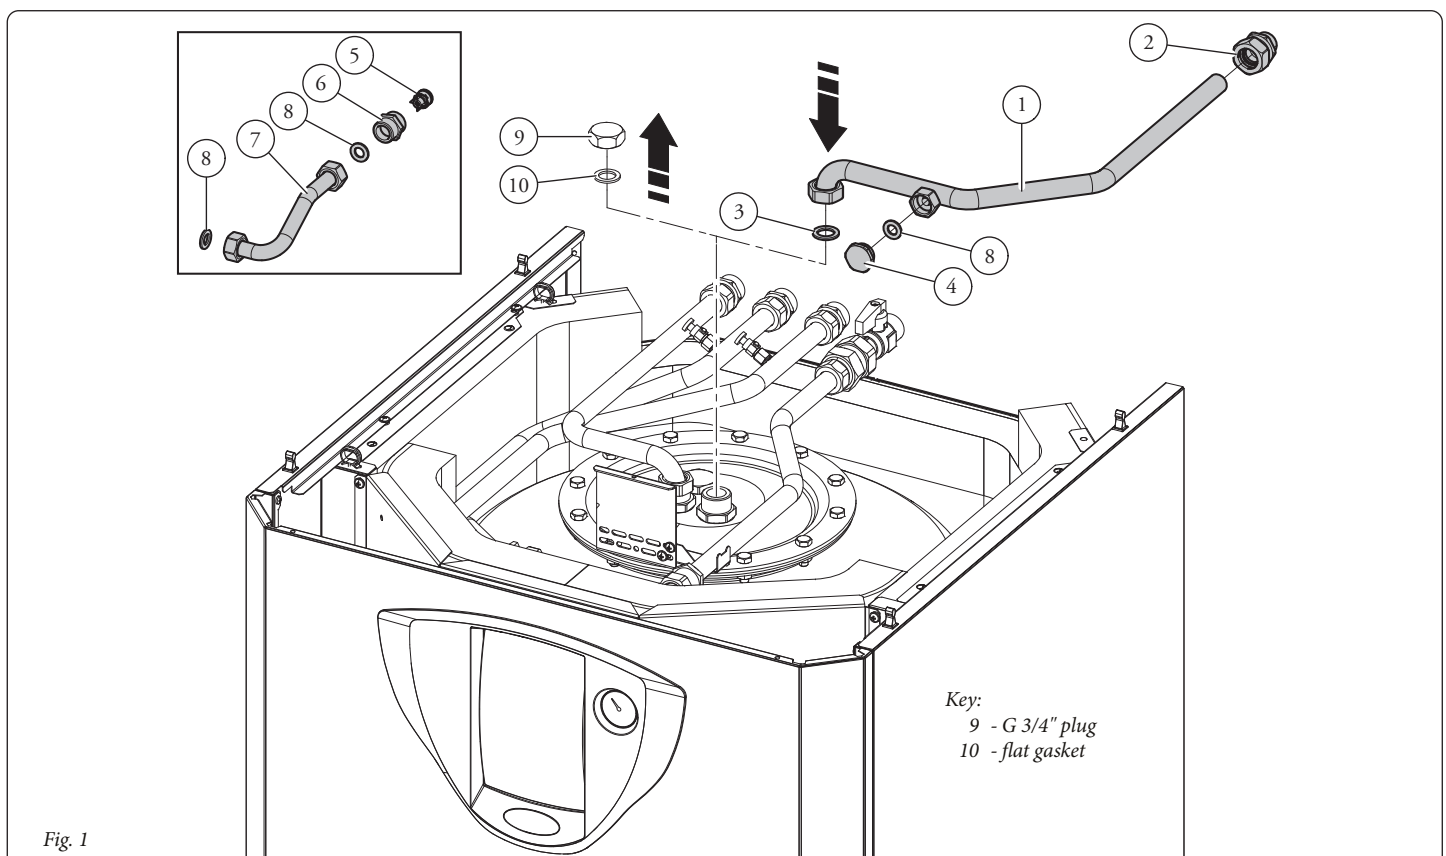

Fig. 1
### Montaggio UB Inox 200-2 (fig. 1).
- Smontare il tappo da 3/4" (9) con relativa guarnizione (10) dal raccordo sonda situato sulla flangia superiore dell'unità bollitore.
- Collegare il tubo ricircolo (1) provvisto di dado al raccordo sonda dell'unità bollitore interponendo la guarnizione piana (3) presente nel kit.
- Avvitare il tappo (4) sul tubo (1) assicurandosi di interporre la guarnizione piana (8).
- Collegare il tubo ricircolo (1) all'impianto di ricircolo sanitario tramite il raccordo a tenuta radiale da 1/2" (2) in dotazione nel kit.
**N.B.:** i componenti (fig. 1 pos. 5, 6, 7 e 8) in questa installazione non vengono utilizzati.
### UB Inox 200-2 Assembly (fig. 1).
- Remove the 3/4" plug (9) with its gasket (10) from the probe fitting located on the top flange of the storage tank unit.
- Connect the recirculation pipe (1) fitted with nut to the storage tank unit probe fitting, placing the flat gasket (3) included in the kit in between.
- Screw the plug (4) onto the pipe (1) making sure to place the flat gasket (8) in between.
- Connect the recirculation pipe (1) to the DHW recirculation system by means of the 1/2" radial seal fitting (2) included in the kit.
**N.B.:** the components (fig. 1 pos. 5, 6, 7 and 8) are not used in this installation.